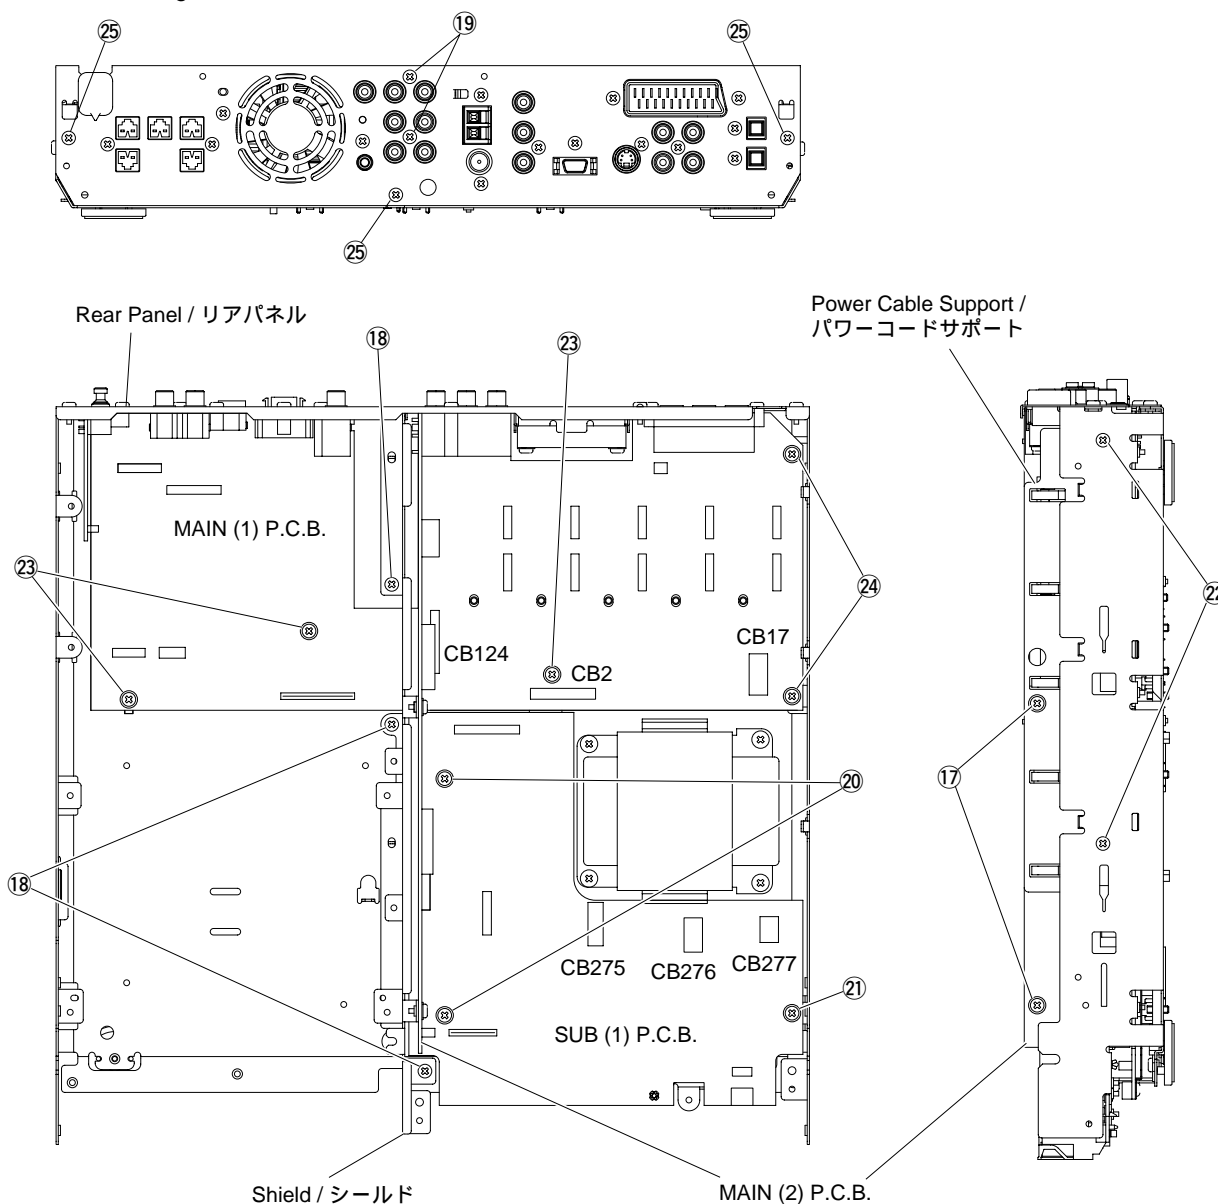

Fig. 9
- Remove 2 screws ( ⑰ ) in Fig. 9.
- Remove 3 screws ( ⑱ ) and then remove the Shield in Fig. 9.
- Remove 2 screws ( ⑲ ) in Fig. 9.
- Remove 2 screws ( ⑳ ) and 1 screw ( ㉑ ) in Fig. 9.
- Remove connectors CB2, CB124, CB275, CB276 and CB277 in Fig. 9.
- Remove the MAIN (2) & SUB (1) P.C.B. in Fig. 9.
- Remove 2 screws ( ㉒ ) and then remove the Power Cable Support in Fig. 9.
- Remove 3 screws ( ㉓ ) and 2 screws ( ㉔ ) in Fig. 9.
- Remove connector CB17 in Fig. 9.
- Remove 3 screws ( ㉕ ) in Fig. 9.
- Remove the MAIN (1) P.C.B. with the Rear Panel attached to it in Fig. 9.
- ⑰のネジ2本を外します。( Fig. 9 )
- ⑱のネジ3本を外し、シールドを外します。( Fig. 9 )
- ⑲のネジ2本を外します。( Fig. 9 )
- ⑳のネジ2本、㉑のネジ1本を外します。( Fig. 9 )
- コネクタCB2、CB124、CB275、CB276、CB277を外します。( Fig. 9 )
- MAIN (2) & SUB (1) P.C.B.を外します。( Fig. 9 )
- ㉒のネジ2本を外し、パワーコードサポートを外します。( Fig. 9 )
- ㉓のネジ3本、㉔のネジ2本を外します。( Fig. 9 )
- コネクタCB17を外します。( Fig. 9 )
- ㉕のネジ3本を外します。( Fig. 9 )
- リアパネルが付いた状態でMAIN (1) P.C.B.を外します。( Fig. 9 )